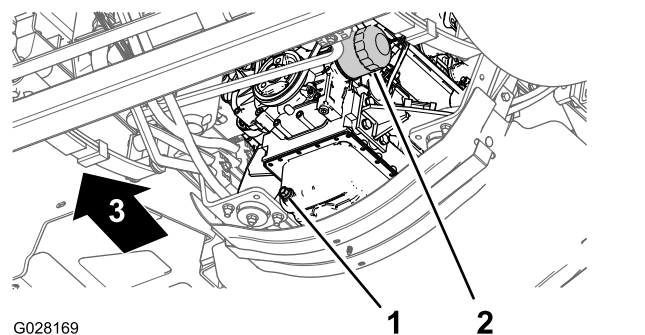

Figura 72
3. Allineate una bacinella di spurgo sotto il filtro dell'olio del motore (Figura 72).
4. Togliete il vecchio filtro dell'olio (Figura 72).
8. Montate il filtro dell'olio nell'adattatore del filtro, giratelo in senso orario finché la guarnizione di gomma non sfiora l'adattatore, quindi serrate il filtro di un altro ½ giro (Figura 72).
1. Allineate una bacinella di spurgo sotto il tappo di spurgo (Figura 72).
2. Rimuovete il tappo di spurgo e lasciate che l'olio venga spurgato completamente (Figura 72).